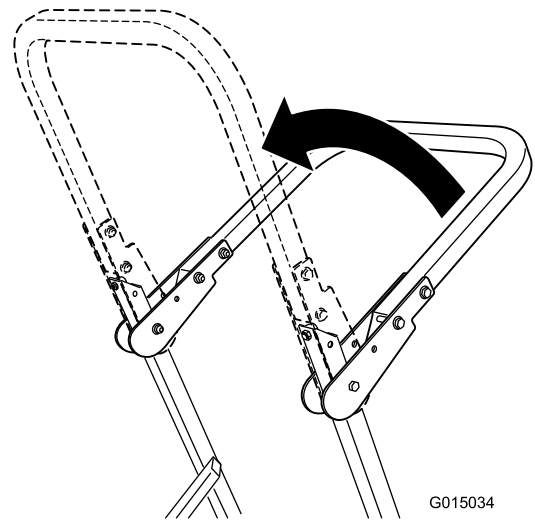

Figura 10
3. Instale los pasadores de bloqueo. Sujete los pasadores con las chavetas (Figura 10).
2. Eleve la barra anti-vuelco a la posición vertical (Figura 10).
4. Para bajar la barra anti-vuelco, retire la chaveta y el pasador de bloqueo (Figura 10).